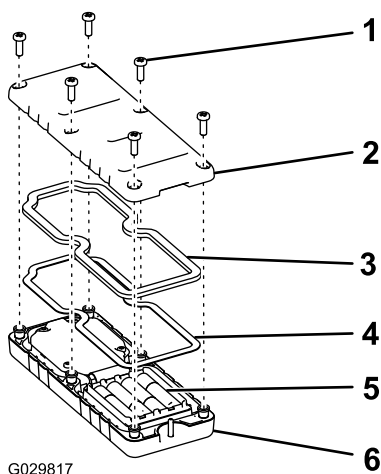

Figura 6
2. Inserite ogni batteria in un portabatteria rispettando la polarità (Figura 6).
- Assicuratevi che la guarnizione in acciaio e la tenuta di gomma siano in sede nel canale del telecomando e riposizionate il coperchio posteriore (Figura 6).
- Fissate il coperchio con 6 viti (Figura 6) e serratele a una coppia di 1,5-1,7 N m.